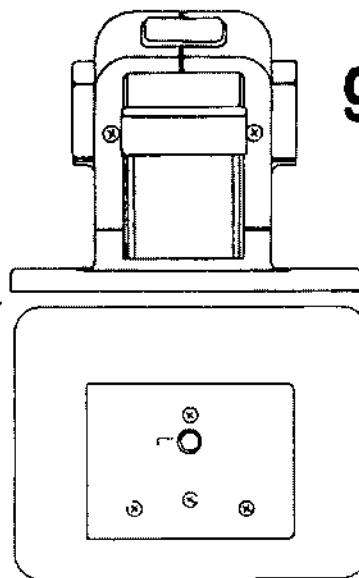

Figura 9
Paso 1: Con un destornillador Phillips, retire los dos tornillos de la cara del sistema RENOK y los cuatro tornillos del fondo. Vea la Figura 9.